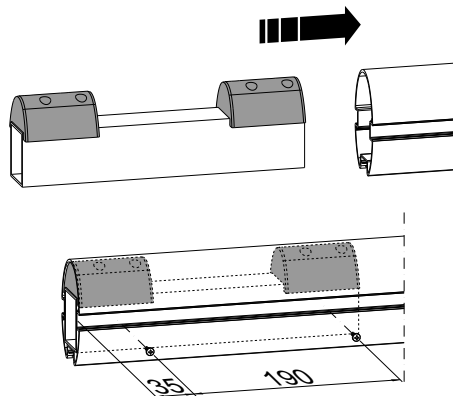

fig. 1
- 1\_ Rimuovere eventuali residui di lavorazioni meccaniche (bave) o di colore dai 2 spezzoni di asta, quindi inserire il rinforzo asta, se presente, all'estremità dell'attacco flangia (fig. A) del primo spezzone da 4 m, allineandolo al profilo dell'asta. Fissare il rinforzo all'asta utilizzando le viti in dotazione, rispettando le quote di fig. 1;
- 1\_ Remove any residue caused by machining (burrs) or colour from the 2 bar lengths, insert the reinforcement, if present, onto the end of the flange connection (fig. A) of the first 4m length, aligning it with the bar profile. Fix the reinforcement to the bar using the screws supplied and complying with the measurements given in fig. 1;
- 1\_ Entfernen Sie die eventuellen Rückstände der mechanischen Bearbeitung (Grate) oder Farbrückstände von den beiden Teilen der Stange, setzen Sie dann die Verstärkung, falls vorhanden, in das Ende des Flansch-Anschlusses (Abb. A) des ersten Teils zu 4 m ein und richten Sie sie mit dem Profil der Stange aus. Befestigen Sie die Verstärkung der Stange mit den mitgelieferten Schrauben unter Beachtung der Quoten von Abb. 1.
- 1\_ Enlever tout résidu d'usinage (bavures) ou de couleur des 2 tronçons de tige, puis insérer la tige de renfort, le cas échéant, à l'extrémité du raccord de bride (fig. A) du premier tronçon de 4 m, en alignant le profil de la tige. Fixer le renfort à la tige en utilisant les vis fournies et en respectant les cotes de la fig. 1 ;
- 1\_ Elimine los residuos de mecanizaciones (rebabas) o de pintura de las 2 secciones del asta, entonces introduzca el refuerzo del asta, si estuviera presente, en el extremo de enganche brida (fig. A) de la primera sección de 4 m, alineándolo con el perfil del asta. Fije el refuerzo al asta utilizando los tornillos entregados, respetando las medidas de la fig. 1;
- 1\_ Remover eventuais resíduos de processamentos mecânicos (rebarbas) ou de tinta das duas partes da haste e, em seguida, inserir o reforço da haste, se presente, na extremidade do encaixe flange (fig. A) da primeira parte de 4 m, alinhando-o com o perfil da haste. Fixar o reforço da haste utilizando os parafusos fornecidos e respeitando as posições da fig. 1.